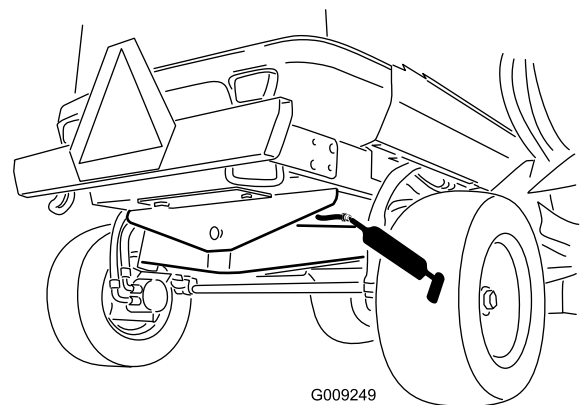

Figura 79
- 1 casquillo de pivote del eje trasero (Figura 79)